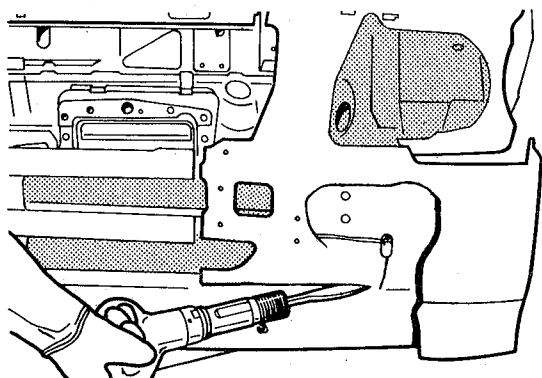

fig. 57
4. Cortar o painel ao longo da linha de junção com o painel da saia do pára-lama, travessa dianteira e placa de montagem do pára-choque (fig. 57), de modo a permitir que as bordas da seção remanescente possam ser flangeadas para encaixe do novo painel